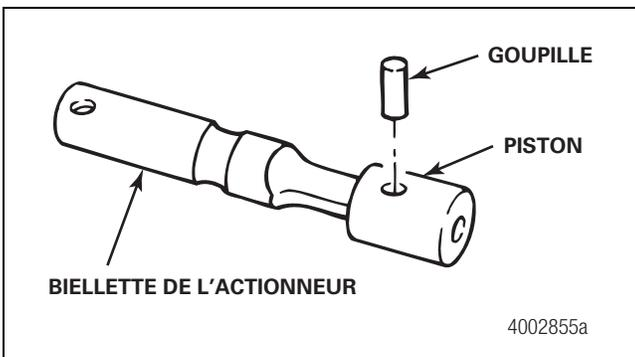

Figure 5.3
5. Loger la goupille dans la bielle et le piston, le cas échéant. Figure 5.3.